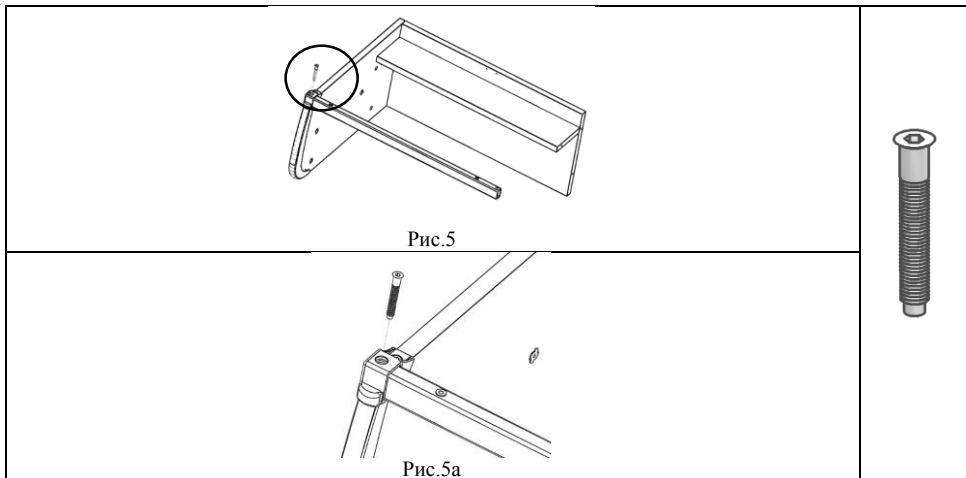

Рис.5
5.1.5. С помощью винта конфирмат (поз.1, пакет №80) закрепить трубу (поз.6) на сборке п. 5.1.4. вставив ее в отверстие опоры расположенной на стенке боковой, см. рис. 5 и 5а.
Рис.5а